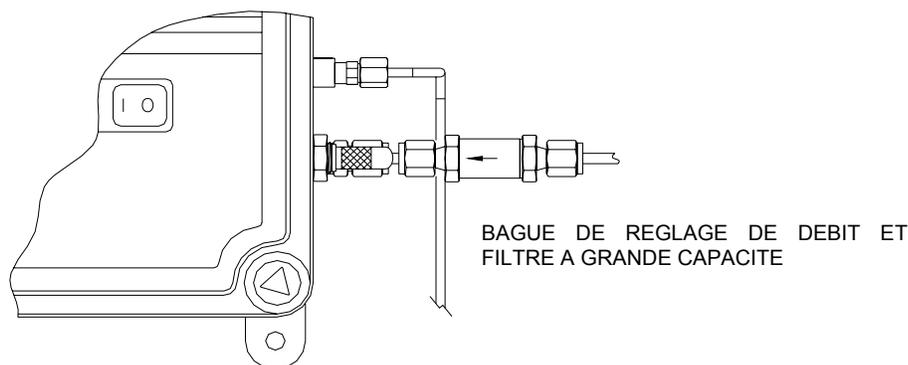

Figure 5. Bague de réglage débit et filtre à grande capacité monté sur le côté
- Lorsque tous les raccordements de tubes sont effectués et que le tube d'entrée d'échantillon a été rincé dans la direction du tuyau, l'eau d'échantillon peut être introduite dans la sonde. Le réglage du régulateur de débit d'entrée peut être nécessaire pour obtenir un débit. Se reporter à la figure 5. Tourner complètement le bouton de
Dans ce mode, les voyants DEL de la sonde sur la face avant se comportent comme un indicateur de type histogramme tel que décrit ci-après. Le débit est réglé par ajustement du régulateur de débit installé sur le raccordement d'entrée d'échantillon de la sonde (Voir la figure 5). Tourner la bague de réglage dans le sens contraire des aiguilles ou dans le sens des aiguilles d'une montre pour respectivement augmenter ou diminuer le débit. Commencer le réglage avec la bague de réglage tournée jusqu'à arrêt du débit. Lorsque ceci est fait,